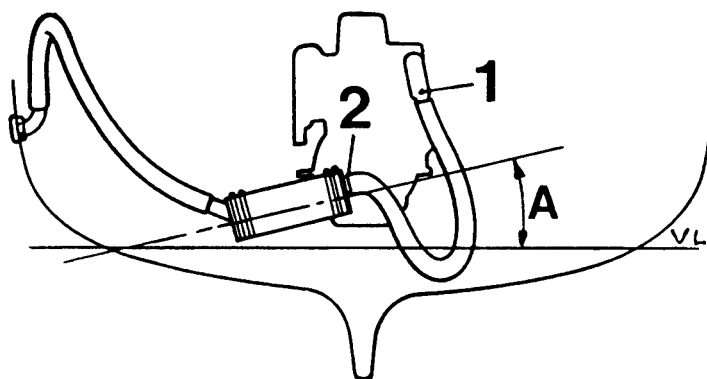

Fig 43. Ljuddämparens lutningsvinkel tvärskepps
2. **VIKTIGT!** Om ljuddämparen installeras tvärskepps i båten skall den lutas mellan 25-45° så att inloppssidan kommer högre än utloppssidan ("A" fig 43). Denna lutning är viktig för att undvika vattenintrång i motorn vid båtens krängning (gäller spec segelbåt).